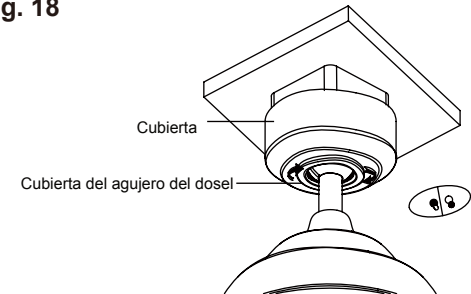

Fig. 19
**Paso 3.** Fije y apriete firmemente la cubierta del orificio del dosel sobre los tornillos del hombro en el soporte de montaje utilizando la función de bloqueo de torsión del teclado. (Fig. 19)